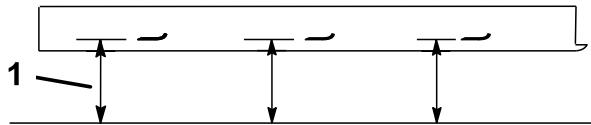

Figure 61
2. Mesurez la distance entre la surface plane et le tranchant (position A) des lames (Figure 61). Notez cette valeur.